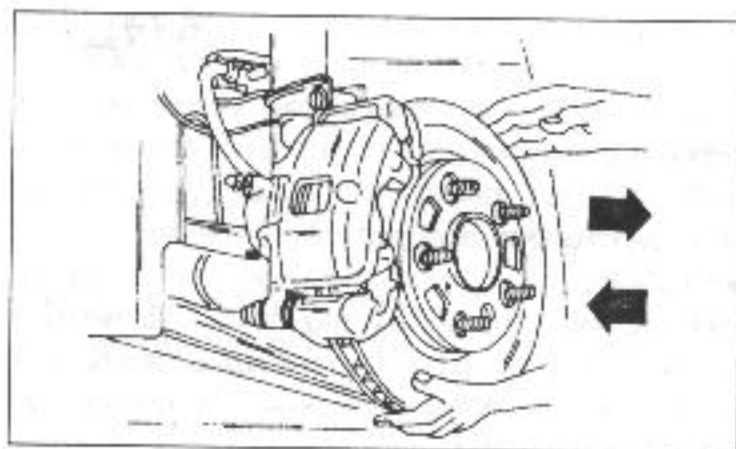

**Рис. 12.**
- Автомобиль спереди поставить на козлы и отвинтить переднее колесо (24).
- Наконечник поперечной рулевой тяги (25) отделить от рычага поворотного кулачка.
- Стабилизатор поперечной устойчивости (26) отделить от подвески переднего колеса.
- Чтобы предотвратить повреждение манжет приводного вала, их нужно обмотать чистой тряпкой. После этого оба приводных вала (28) снять с коробки передач, как это описано в соответствующей главе.
- Шток вилки переключения передач (29) и удлинительную систему тяг и рычагов (30) при снятой ступенчатой коробке передач отвинтить со стороны передачи.
- Отделить трубку выпуска отработанных газов (31) от патрубка.
- Двигатель с помощью подъемника приподнять в моторном отсеке. После этого отвинтить подвеску двигателя (32) от двигателя и коробки передач.
- Подвески двигателя монтировать в соответствии с рис. 12 и запускать с соответствующим начальным пусковым моментом.